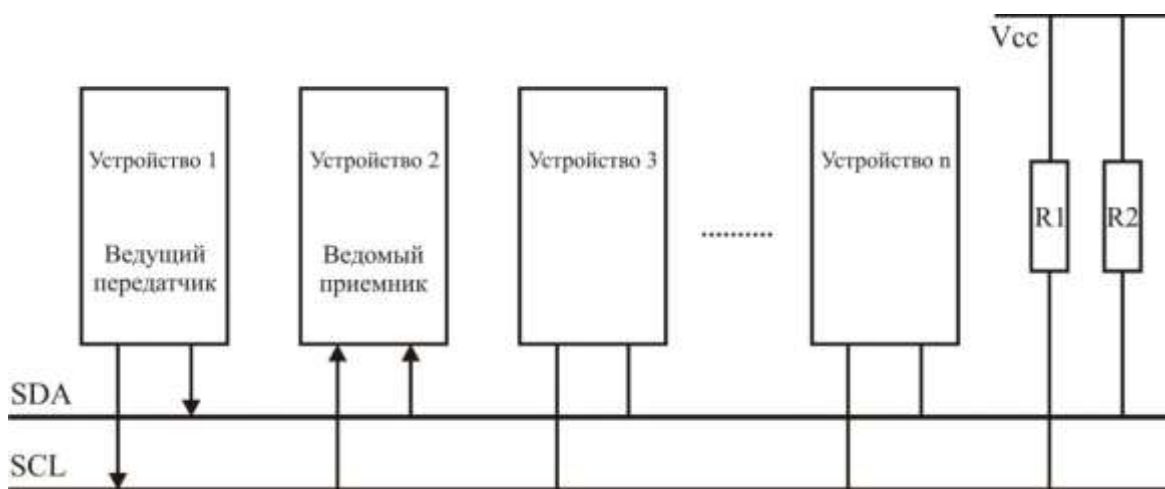

Рисунок 3.84 – Передача данных в режиме ведущего передатчика
В режиме ведущего передатчика (MT) байты данных передаются ведомому приемнику (SR) (смотри рисунок 3.84). Для ввода режима ведущего необходимо передать условие СТАРТ. Формат следующего адресного пакета определяет какой режим вводится: ведущий передатчик (MT) или ведущий приемник (MR). Если передается ВЕДОМЫЙ\_АДР + ЗАПИСЬ, то вводится режим MT (ведущий передатчик), а если В\_АДР + ЧТЕНИЕ, то вводится режим MR (ведущий приемник). Все упоминаемые в этом разделе коды состояния в позиции бит предделителя имеют нулевые значения.